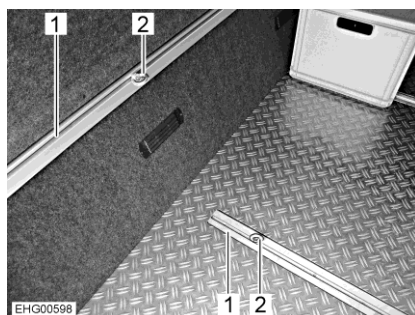

Fig. 3 Outils de serrage (garage arrière)
- Tourner l'œillet de serrage (Fig. 3,2) d'un demi-tour dans le sens inverse des aiguilles d'une montre. Il est maintenant possible de déplacer l'œillet de serrage (Fig. 4).
- Placer l'œillet de serrage en position souhaitée dans le rail d'arrimage (Fig. 3,1).